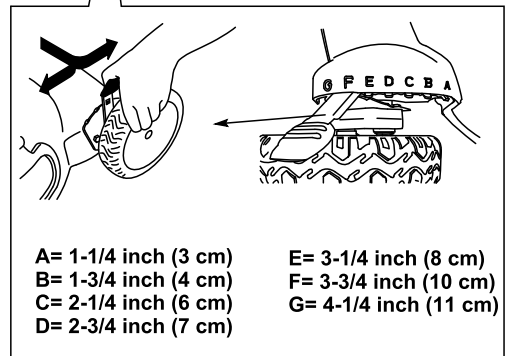

Figure 14
**Remarque:** Pour élever le plateau de coupe, déplacez les 4 leviers de hauteur de coupe en avant ; pour abaisser le plateau, ramenez tous les leviers en arrière (Figure 14).